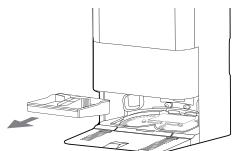

Fig. 24
1. Golpee suavemente el asa central del chasis de la estación base y tire hacia arriba para extraer la bandeja de limpieza de la estación de acoplamiento (placa de lavado). [Fig. 24]